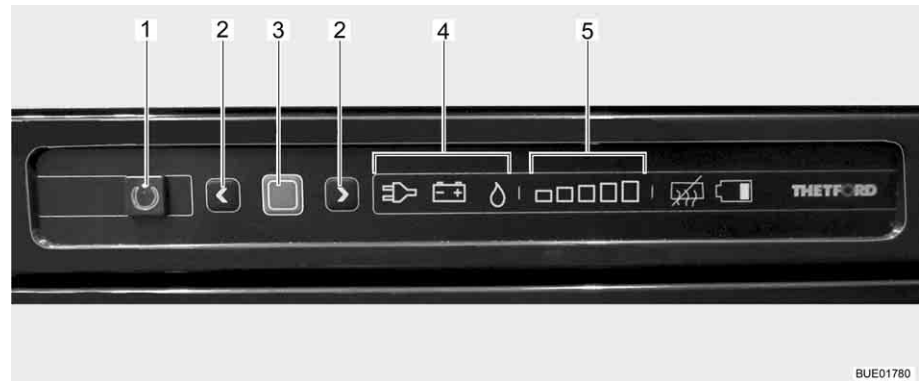

Fig. 167 Boutons de commande pour le réfrigérateur
Le mode de fonctionnement actuel est indiqué par un symbole éclairé (Fig. 167,4) sur l'unité de commande.
Lorsque le réfrigérateur est mis en marche, il choisit automatiquement la dernière température du thermostat sélectionnée. Ce réglage peut cependant être corrigé manuellement à l'aide des touches fléchées (Fig. 167,2). Les barres lumineuses de l'indicateur du degré de refroidissement (Fig. 167,5) indiquent le réglage sélectionné du thermostat. La température de réfrigération de tous les trois types d'énergie est réglée avec les touches fléchées. Il faudra attendre quelques heures jusqu'à ce que le réfrigérateur ait atteint sa température normale de réfrigération. Il garde toutefois son réglage de température lorsqu'on change d'un mode à un autre. La température de réfrigération est maintenue indépendamment du type d'énergie choisi.
- Appuyer sur la touche Marche/Arrêt (Fig. 167,1) pendant 1 seconde. La touche verte (Fig. 167,1) s'allume. L'affichage devient plus sombre pour des raisons d'économie d'énergie au bout d'env. 10 secondes.
- Appuyer sur la touche de confirmation (Fig. 167,3). Le réglage actuel du mode de fonctionnement est affiché.
- Quand le mode de fonctionnement gaz n'est pas réglé : Pour changer le réglage, presser la touche de confirmation (Fig. 167,3) pendant env. 2 secondes.
- Choisir le régime au gaz avec les touches fléchées (Fig. 167,2). L'arrivée de gaz est ouverte. L'allumage s'effectue de manière automatique. Un tic-tac est distinctement perceptible jusqu'à ce que la procédure d'allumage soit effectuée avec succès.
- Appuyer sur la touche de confirmation (Fig. 167,3) pendant env. 2 secondes.
- Appuyer de nouveau sur la touche de confirmation (Fig. 167,3). Le degré actuel de refroidissement est indiqué par les barres lumineuses (Fig. 167,5).
- Pour changer le réglage, appuyer sur les touches fléchées (Fig. 167,2) jusqu'à ce que le réglage désiré soit affiché.
- Appuyer sur la touche Marche/Arrêt (Fig. 167,1) pendant env. 2 secondes. Toutes les lampes s'éteignent. Le réfrigérateur est coupé.
- Quand le régime 230 V n'est pas réglé : Pour changer le réglage, presser la touche de confirmation (Fig. 167,3) pendant env. 2 secondes.
- Choisir le régime 230 V avec les touches fléchées (Fig. 167,2).
- Quand le mode de fonctionnement 12 V n'est pas réglé : Pour changer le réglage, presser la touche de confirmation (Fig. 167,3) pendant env. 2 secondes.
- Choisir le régime 12 V avec les touches fléchées (Fig. 167,2).